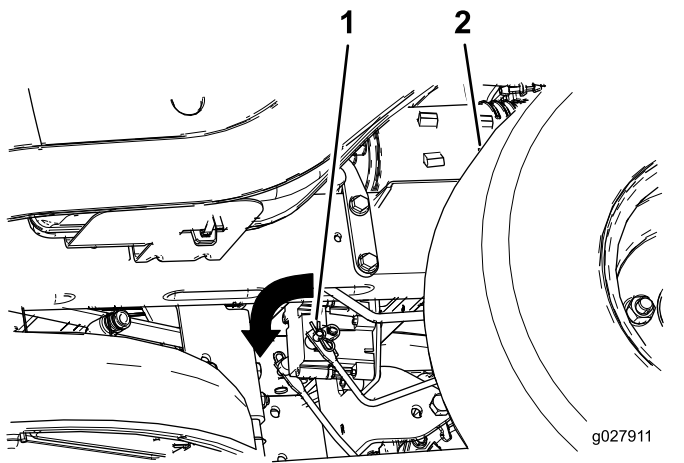

Figura 52
3. Localize o veio no travão elétrico onde os braços de articulação do travão estão ligados (Figura 52).